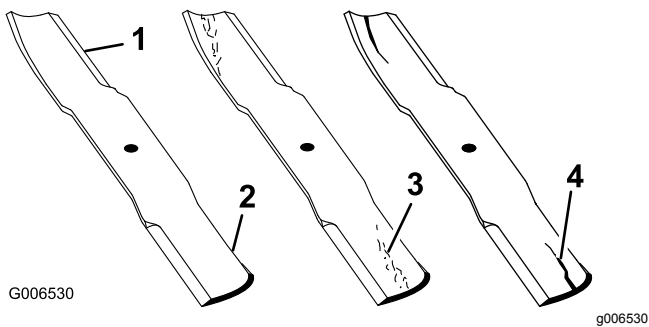

Figura 103
1. Inspeccione los filos de corte (Figura 103).
4. Si observa fisuras, desgaste o la formación de una ranura en esta zona, instale de inmediato una cuchilla nueva (Figura 103).